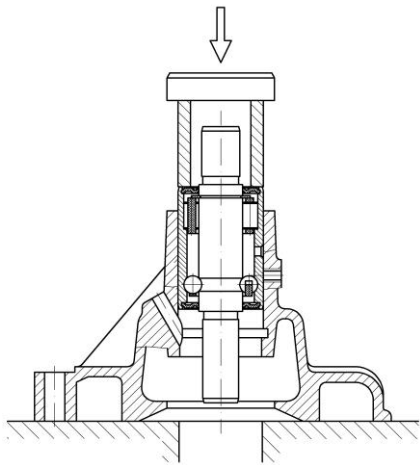

Рисунок 74. Запрессовка подшипника с валиком
- с помощью оправки запрессовать подшипник с валиком в сборе в корпус так, чтобы гнездо под фиксатор на обойме подшипника совпало с отверстием в корпусе насоса (рис.74);